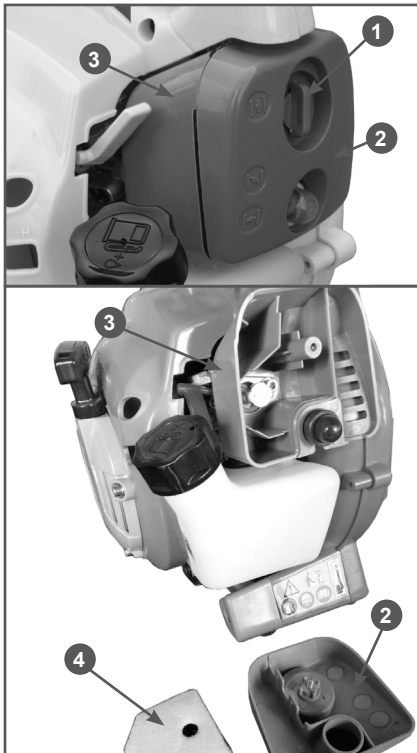

Рис. 10 Обслуживание воздушного фильтра
Загрязнение воздушного фильтра может препятствовать поступлению воздуха для образования воздушно-топливной смеси. Для предотвращения неисправностей двигателя надо осуществлять регулярное обслуживание воздушного фильтра (Рис. 10). При работе в условиях повышенной запыленности воздушный фильтр необходимо обслуживать чаще.
1. Открутите винт крепления 1 и снимите крышку воздушного фильтра 2 (Рис. 10).
2. Извлеките фильтрующий элемент 4 из корпуса 3 (Рис. 10).
4. Установите на место фильтрующий элемент, крышку воздушного фильтра 2 и закрутите винт 1 крепления крышки воздушного фильтра (Рис. 10).